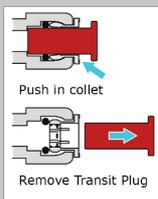

Fig. 1
- Retire el tapón de tránsito de la conexión de entrada de agua (fig. 1).